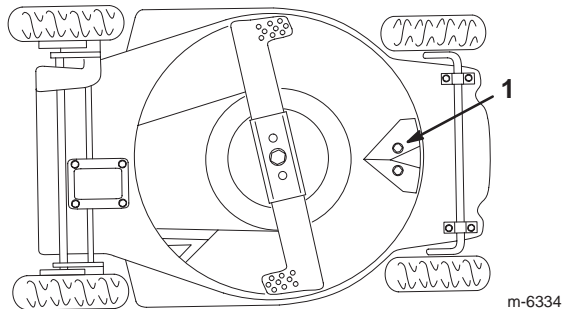

Bild 20
Halten Sie die Unterseite des Gehäuses sauber. Achten Sie besonders darauf, die Kicker sauber zu halten (Bild 20).
4. Kippen Sie den Rasenmäher auf seine **linke** Seite (Bild 20).